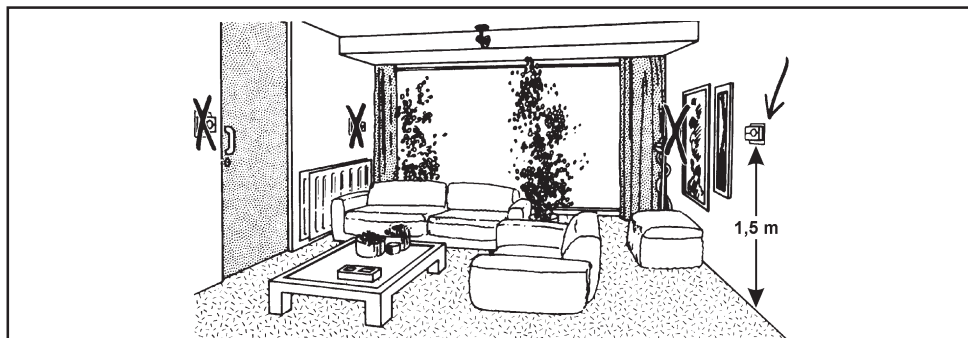

Figura 5 - Corretta installazione termostato ambiente
N.B. - Installate il termostato ambiente in un punto dell'abitazione **non** soggetto a repentini sbalzi di temperatura, (vedete figura 5).